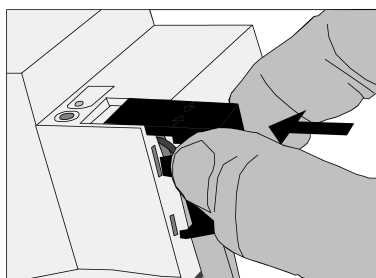

рисунок 7: Установка защитной крышки
- Вставить защитную крышку поверх клеммы шины и зафиксировать со щелчком (рисунок 7).